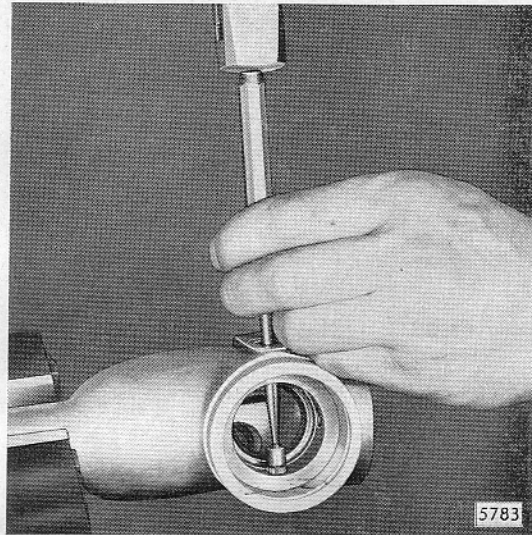

Bild B 23 - Ersten Führungzapfen mit schlankem Dorn einschlagen
5. Dann zwei neue Führungzapfen, wie in Bild B 23 und B 24 gezeigt, durch jeweiliges großes Loch im Kugelsitzring bis zum Anschlag in Schaltgehäuse einschlagen bzw. eindrücken.